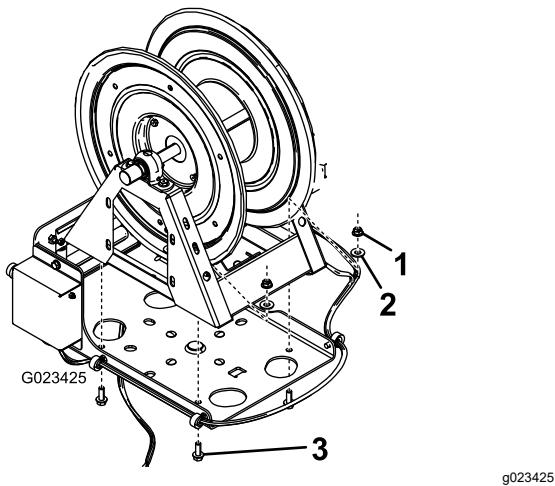

Figure 7
7. Fixez le dévidoir à la plaque pivotante au moyen de 4 boulons courts ($\frac{3}{8}$ "), 4 petites rondelles et 4 écrous à embase ($\frac{3}{8}$ "), comme montré à la Figure 7.